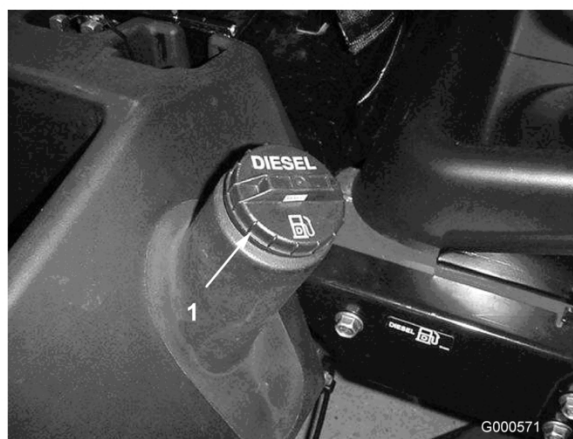

Figure 13
1. Retirez le bouchon du réservoir de carburant (Figure 13).